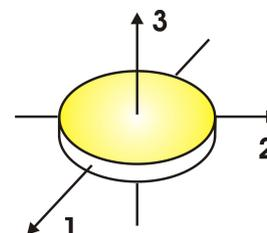

Abbildung 1
- Was sind Trägheitsmomente, was sind Hauptträgheitsmomente? Wie lässt sich das Trägheitsmoment J_3 in Abb. 1 für einen Zylinder berechnen?